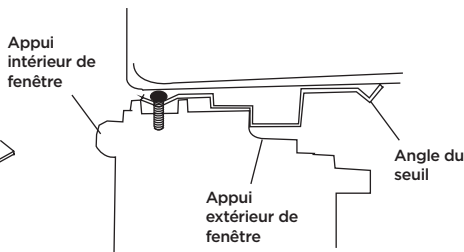

Fig.12
2. Placez l'armoire dans la fenêtre avec l'angle du rebord inférieur fermement placé sur le rebord de la fenêtre, comme illustré. Abaissez temporairement la fenêtre derrière le coin supérieur pour maintenir l'armoire en place (Fig. 12).